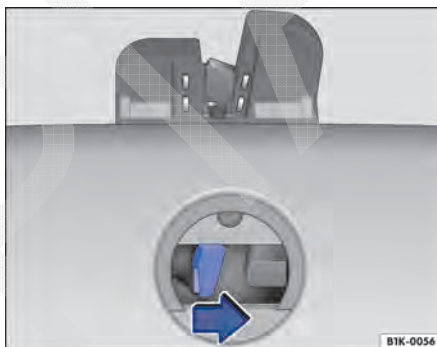

Fig. 222 A partir do compartimento de bagagem: destravar emergencialmente a tampa do compartimento de bagagem (variante 2)
- Pressionar a alavanca de destravamento no sentido da seta ⇒ Fig. 222 para destravar a tampa do compartimento de bagagem.